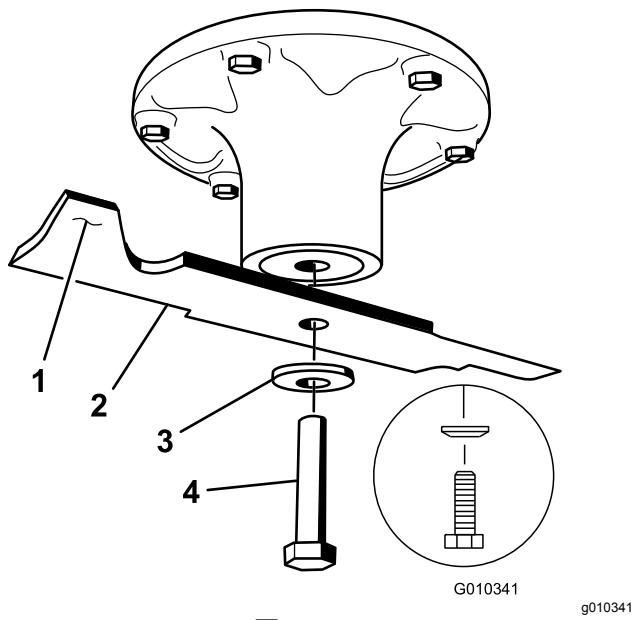

図 68
- スピンドルのシャフトからブレードボルト、湾曲ワッシャ、ブレードを取り外す図 68。